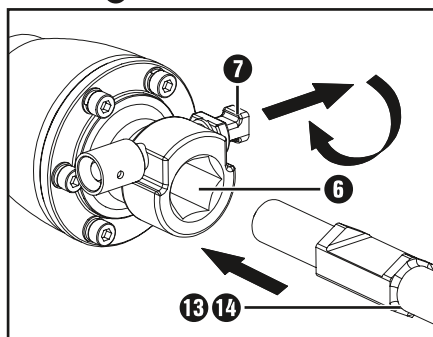

Fig. 2
- ◆ Coloque o cinzel **13** / **14** com o entalhe fresado na direção do perno de bloqueio **7**. (ver fig. 2)